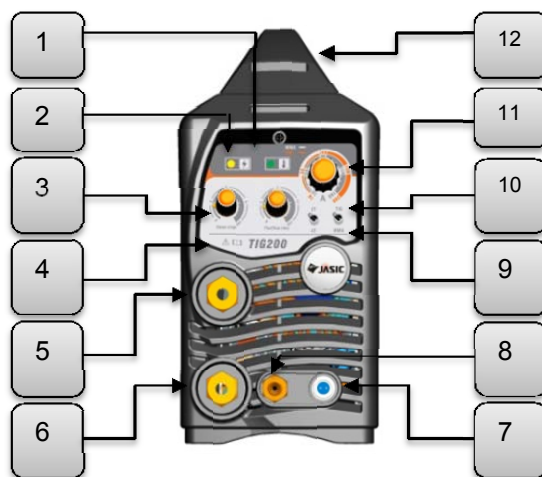

Рис. 1. Вид передней панели
3. Вставьте разъем горелки со специальным силовым наконечником (ОКС) с подводом газа в соответствующий разъем со знаком «-» (**6, рис. 1**) на панели аппарата, поверните его до упора по часовой стрелке, плотно зафиксируйте. Подключите 2-pin розетку на горелке к соответствующему разъему на передней панели аппарата (**7, рис. 1**). Присоедините газовый шланг горелки к газовому соединителю (**8, рис. 1**).
5. Вставьте обратный кабель в гнездо, помеченное знаком «+» на передней панели (**5, рис. 1**), закрутите ее по часовой стрелке. Закрепите заземляющий зажим на заготовке.
6. Выберите режим TIG на передней панели аппарата (**10, рис. 1**). Установите значение рабочего тока сварки (**11, рис. 1**) в соответствии с толщиной заготовки или технологическими требованиями.
7. Функция Спад тока (**3, рис. 1**) используется для выставления времени спада тока перед завершением сварки.
Функция Газ после сварки (**4, рис. 1**) используется для выставления времени продува газом после прекращения сварки.
Установите необходимый режим сварки 2Т (двухтактный) или 4Т (четырёхтактный) с помощью кнопки переключения режимов сварки (**9, рис. 1**).
2. На передней панели сварочного аппарата имеется два панельных разъема «+» и «-» (**5 и 6, рис. 1**). Для плотного закрепления прямого и обратного кабелей в разъемах необходимо вставить кабельный наконечник с соответствующим кабелем в панельный разъем до упора и повернуть его по часовой стрелке до упора. При неплотном подсоединении кабелей возможны повреждения как кабельного разъема, так и источника питания.
4. На передней панели аппарата имеется переключатель режима сварки MMA/TIG, выберете положение MMA (**10, рис. 1**).
5. Установите значение рабочего тока сварки (**11, рис. 1**) в соответствии с толщиной заготовки или технологическими требованиями.